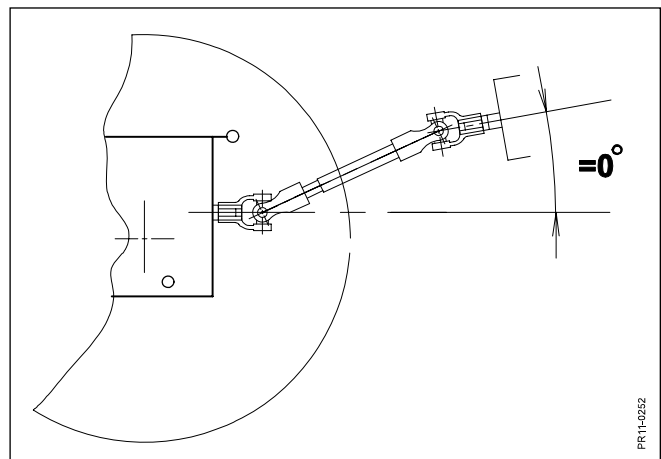

Fig. 2-4
- Fig. 2-4** e) Traktorns PTO (kraftuttag) och maskinens PIC (kraftintag) skall vara parallella, d.v.s. att vinkeln mellan dem skall vara så nära 0° som möjligt.